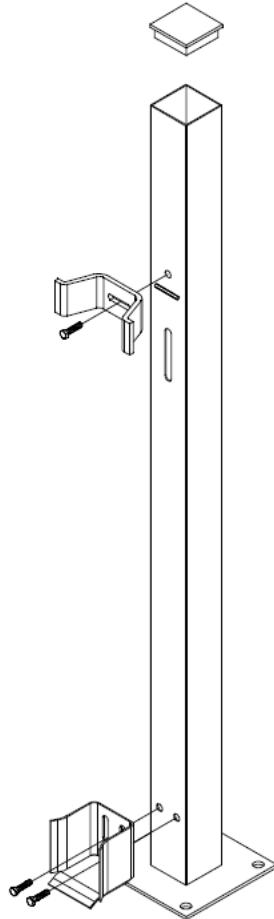

Rys. 2
- *Ustawić kątownik z rolkami prowadzącymi tak aby rolki znalazły się w przestrzeni pomiędzy kątownikiem na bramie, a powierzchnią ramy bramy (Rys. 2).*